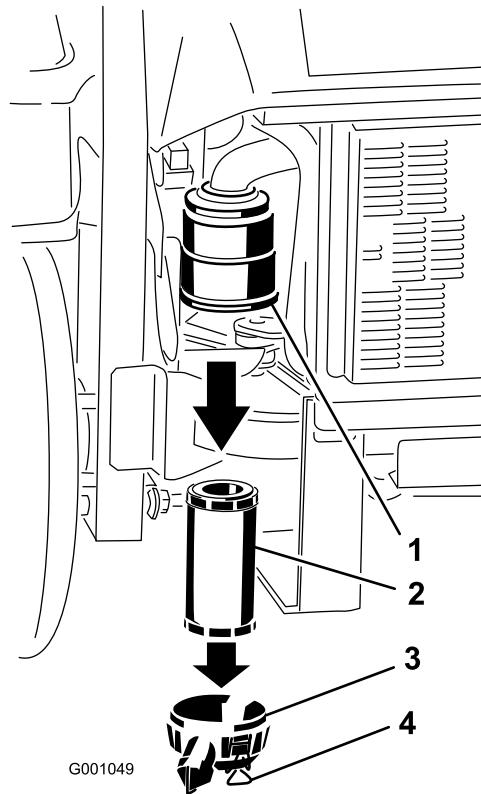

Figure 43
- Ouvrez les dispositifs de verrouillage du filtre à air et détachez le couvercle du boîtier du filtre (Figure 43).
- Sortez l'élément filtrant du boîtier du filtre avec précaution (Figure 43).